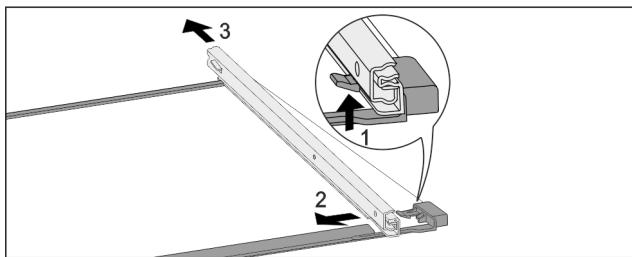

Fig. 67 Skleněná deska s kolejničkami
- ▶ Přední aretační háček zatlačte nahoru. Fig. 67 (1)
- ▶ Výsuvnou kolejničku vysuňte stranou Fig. 67 (2) a dozadu Fig. 67 (3).